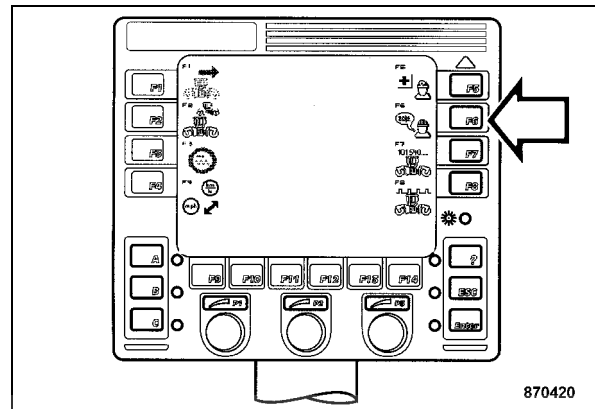

fig. 81
- Appuyer sur la touche "F6" (fig. 81).